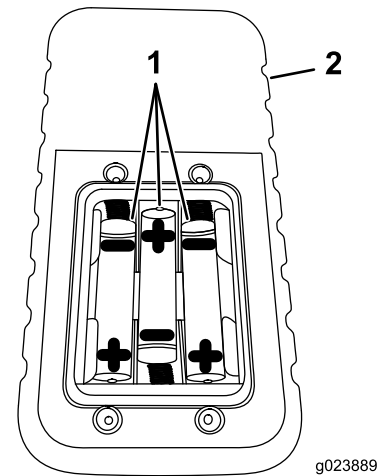

Figura 5
4. Instale 3 baterías AAA nuevas con la orientación indicada en Figura 5.